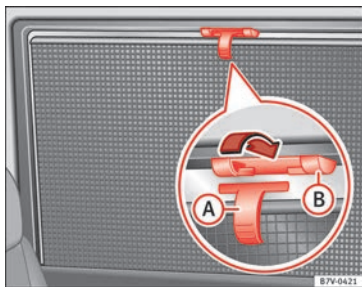

Fig. 143 En la ventanilla trasera derecha: cortinilla.
- Tire de la cortinilla por el asa saliente » **fig. 143 A** completamente hacia arriba.